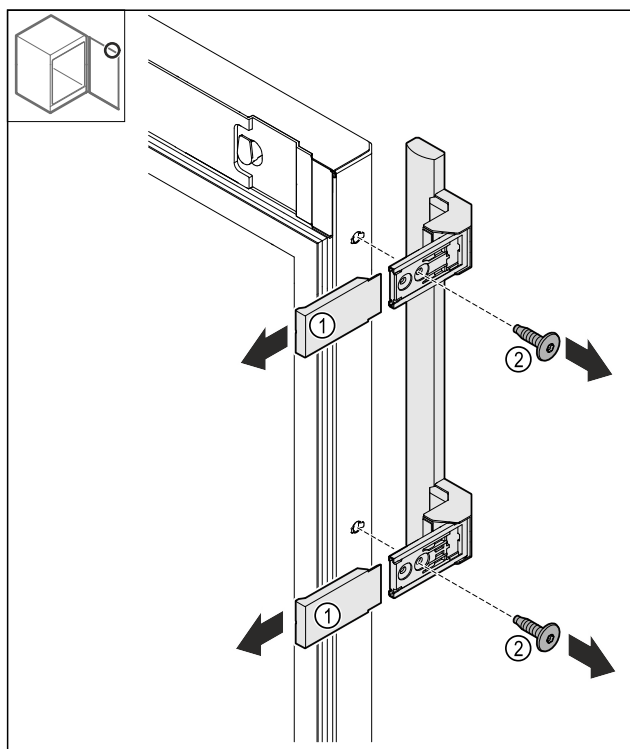

Fig. 21
- Retirer les caches Fig. 21 (1).
- Desserrer les vis Fig. 21 (2).